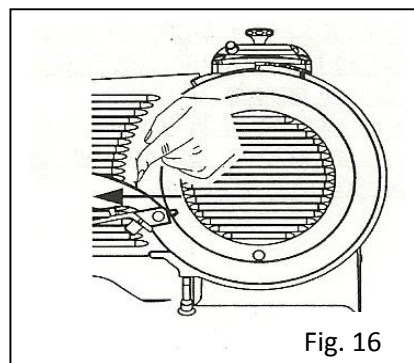

Fig. 16
2. Colocar em zero o manipulador graduado para que a lâmina fique totalmente protegida (Fig. 16).